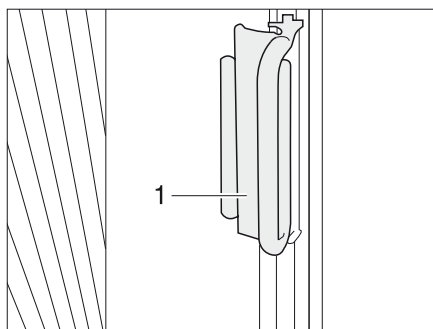

Bild 31 Lås för plisségardiner förar-/passagerarfönster
- Drag upp plisségardinerna för förar-/och passagerarfönstret, drag dem med handtaget (Bild 31,1) över kanten. Plisségardinen är säkrad.